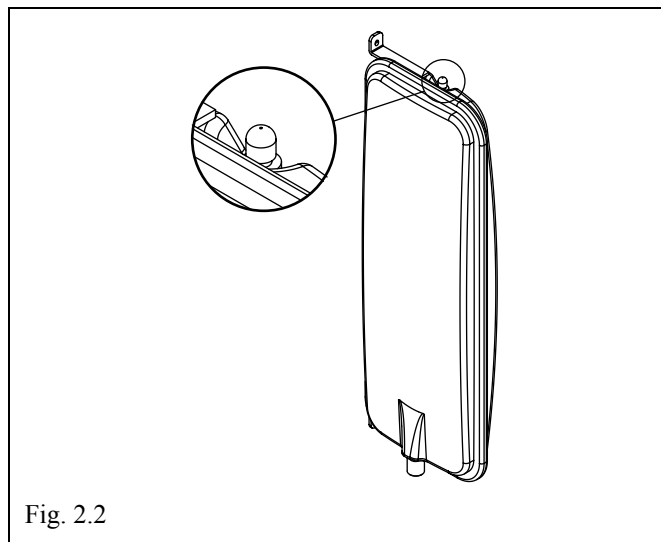

Fig. 2.2
- La precarica del vaso di espansione sia di 1 bar. Rimuovere il tappo di protezione dalla valvola per il controllo e la carica situata sulla parte superiore del vaso (FIG. 2.2); con un manometro verificare la pressione di precarica e procedere all'eventuale caricamento attraverso un compressore.